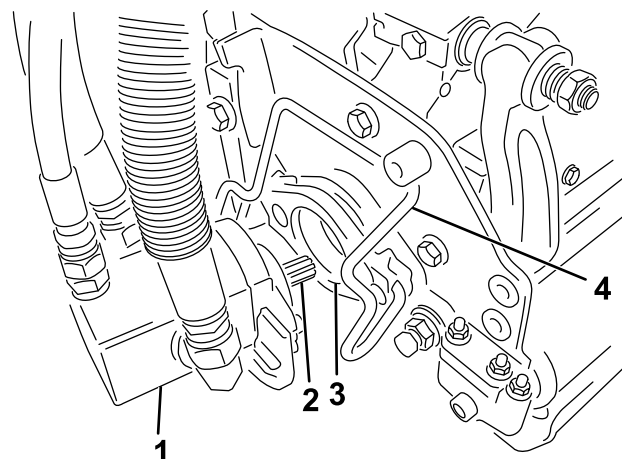

Рисунок 50
5. Нанесите на шлицевой вал электродвигателя режущего блока чистую консистентную смазку (Рисунок 50).
6. Вставьте электродвигатель в левую сторону режущего блока (если смотреть со стороны оператора) и тяните фиксатор электродвигателя на режущем блоке в сторону электродвигателя до тех пор, пока не услышите щелчок с обеих сторон электродвигателя (Рисунок 50).